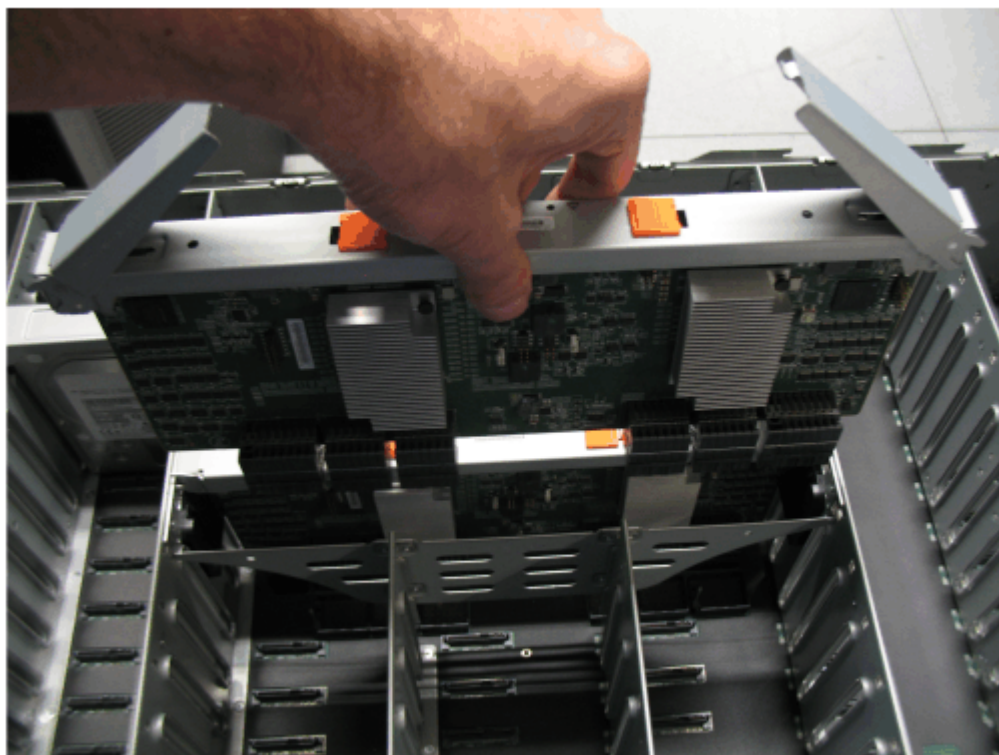

Figure 115. Retrait du module d'extension secondaire
4. Soulevez avec précaution le module d'extension secondaire du boîtier, comme indiqué dans la Figure 115, à la page 104.